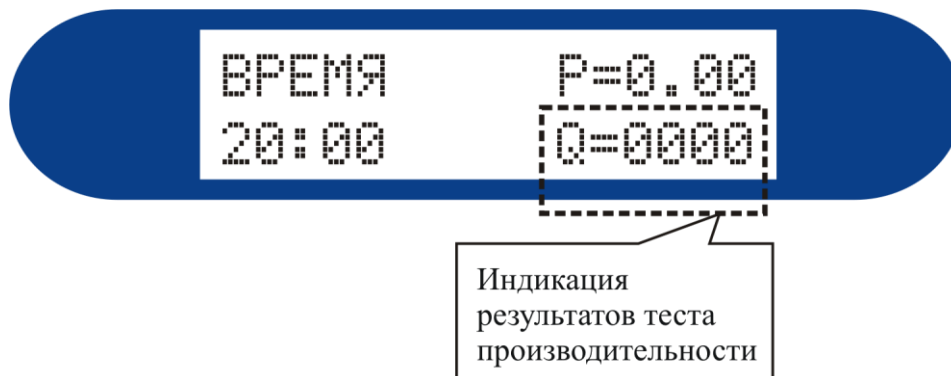

Рисунок 8
5. Нажатием кнопки \blacktriangleright выставьте в правом нижнем углу индикатора установки тест производительности (рисунок 8).